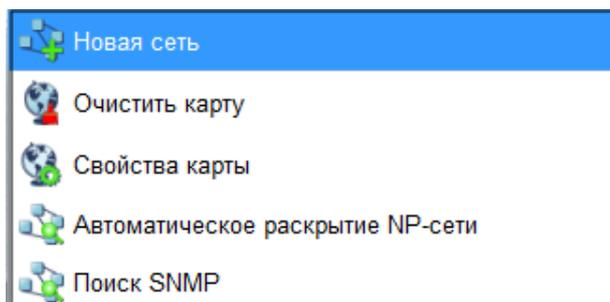

Рис. 34
4.1.6.3. Контекстное меню карты вызывается в пустом месте карты, как показано на рис. 34, и содержит в себе пункты меню, доступные для объекта карты: